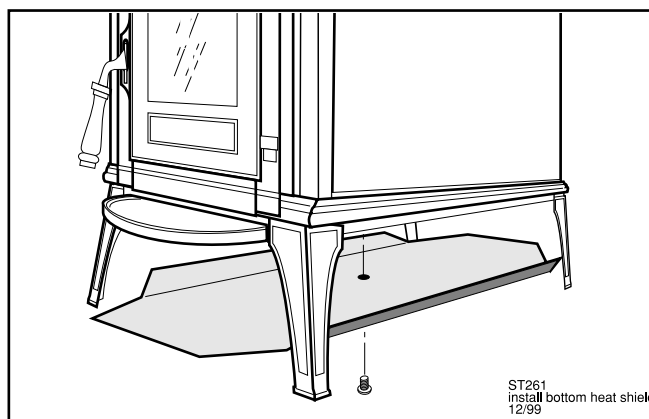

図27 ボトムヒートシールドの取り付け。
1. 1/4-20 x 3/8"ネジを、ストーブの底にある中央の突起から外してください。(図27)